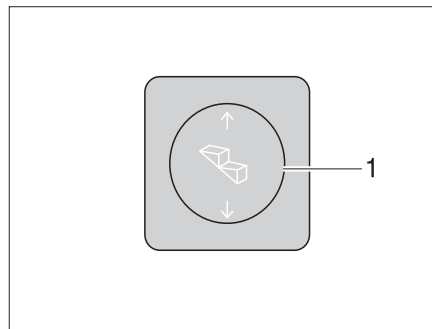

Bild 1 Bedienschalter Eintrittstufe
- Wippschalter (Bild 1,1) unten drücken, bis die Eintrittstufe vollständig ausgefahren ist.
- Wippschalter (Bild 1,1) oben drücken, bis die Eintrittstufe vollständig eingefahren ist.